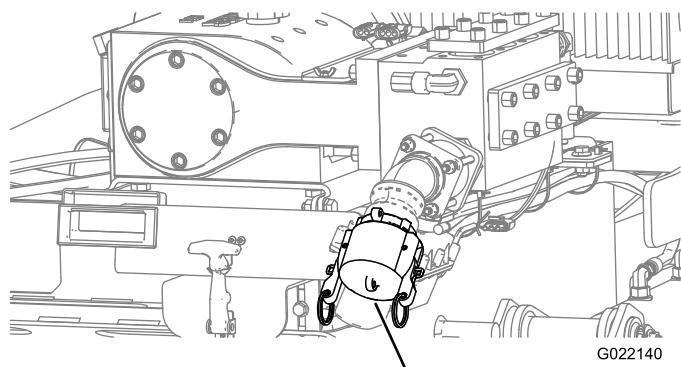

Рисунок 152
- C. Убедитесь, что крышка установлена на выпускном отверстии насоса бурового раствора (Рисунок 152).